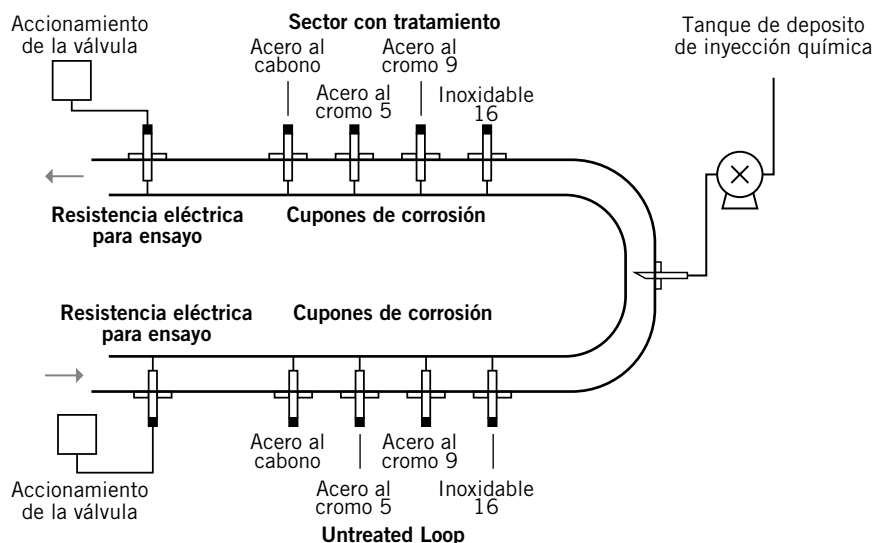

Figura 9.
- *Corrosion Monitoring Loop*: este método de monitoreo de tasas de corrosión consiste en un rack de cupones que se encuentran aislados de la cañería a través de dos válvulas que forman un *bypass*. Esto le confiere mayor seguridad al operador al extraer los cupones y permite colocar en una sola posición cupones de distintos materiales (por ejemplo: acero al carbono, acero aleado, acero inoxidable, entre otros), con lo que, en una sola extracción se pueden medir varias tasas de corrosión. (Ver figura 9).